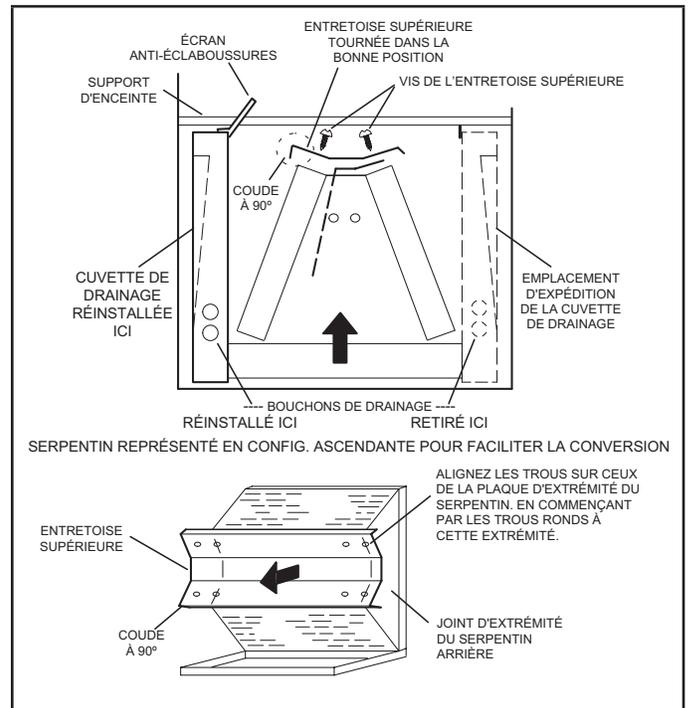

FIGURE 6. Modification sur place pour refoulement du côté gauche
- 5 - Retirez les vis du couvercle supérieur. Retirez la vis de l'écran anti-éclaboussures horizontal située au centre du joint d'extrémité arrière du serpentin comme illustré à la figure 6.
- 8 - Faites pivoter le couvercle supérieur de 180° pour inverser l'avant et l'arrière, et alignez-le sur des trous de vis inutilisés. Les trous doivent être alignés avec les plaques d'extrémité arrière et avant du serpentin. Le couvercle supérieur comporte un rebord plié à 45° d'un côté et à 90° de l'autre. **Le rebord plié à 90° doit être du côté du bac de drainage horizontal** comme illustré à la figure 6.
- 9 - De la position pour configuration ascendante, faites pivoter l'enceinte de 90° vers la gauche et installez-la en position. Remontez le ventilateur. Fixez le serpentin en pliant la languette vers le bas sur le rail de support de l'enceinte comme illustré aux figures 6 et 7.
- 10 - Installez l'écran anti-éclaboussures horizontal (modèle -060) sur le bord avant du bac de drainage horizontal comme illustré à la figure 6.